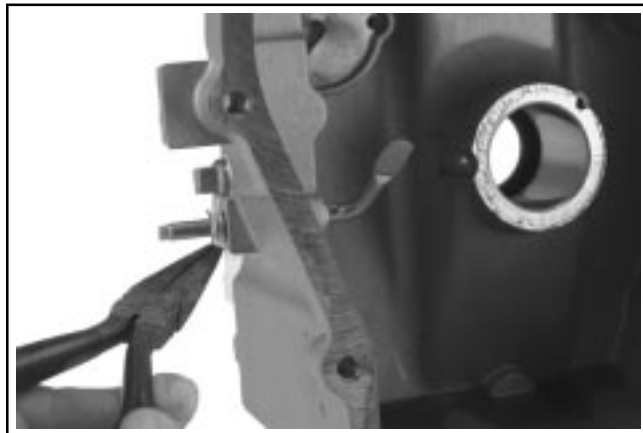

Figure 8-52. Dépose de la broche et de la rondelle.
1. Retirer la broche et la rondelle situées à l'extérieur de l'arbre intermédiaire du régulateur. Voir la Figure 8-52.